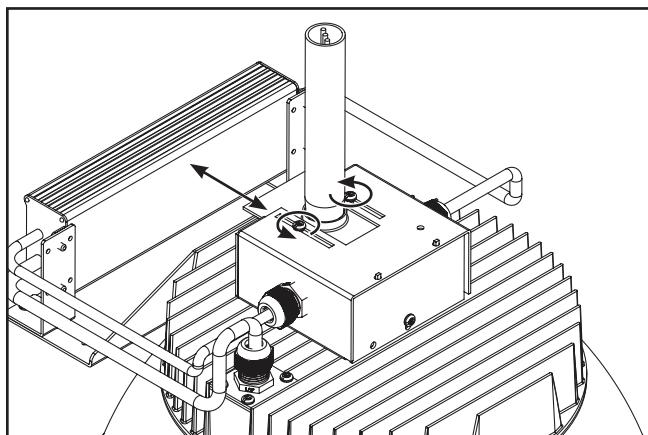

Figura 8.
4. Afloje los 2 tornillos en la parte superior de la placa de montaje ajustable dándole una vuelta y media, luego deslice la placa de montaje ajustable hasta que la luminaria cuegue a nivel, usando el nivel de agua como guía si es necesario. Vuelva a apretar los 2 tornillos. (Figura 8)